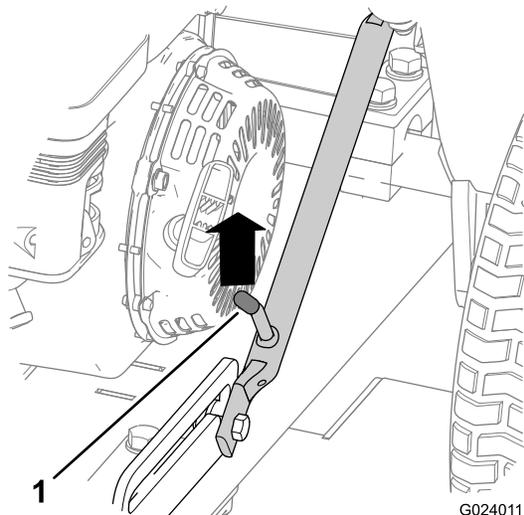

Figura 6
- Sollevare il gruppo dell'attacco in modo che la leva del dispositivo di fermo sia sbloccata dal fermo di scorrimento (Figura 6).